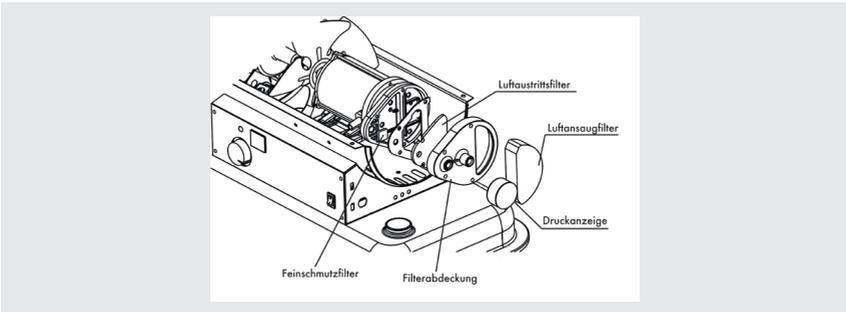

Abb. 3: Filterreinigung
Reinigen Sie den Luftansaugfilter (siehe Abb. 3) regelmäßig. Dabei hängt das Zeitintervall zwischen den Reinigungen stark von der Umgebungsbedingung ab. Bei Geräten, die in staubiger Umgebung betrieben werden, muss der Luftfilter häufiger gereinigt werden als bei Geräten, die überwiegend in staubfreier Umgebung verwendet werden:
3. Entfernen Sie den Luftansaugfilter (siehe Abb. 3) und reinigen diesen mit Wasser und Seife. Lassen Sie den Filter vor dem Einbau gut trocknen.
**Luftaustrittsfilter und Feinschmutzfilter (siehe Abb. 3) sollten nach ca. 500 Betriebsstunden gewechselt werden.**